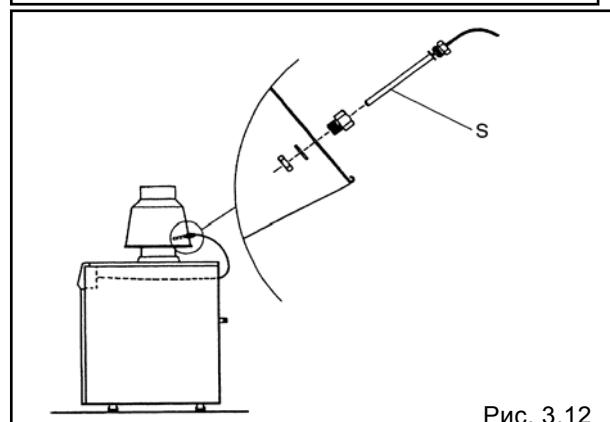

Рис. 3.12
- установите зонд S термостатического датчика тяги (расположенного на задней стороне котла) в предназначенное для него гнездо на антирефуллере и закрепите его гайкой (рис. 3.12).